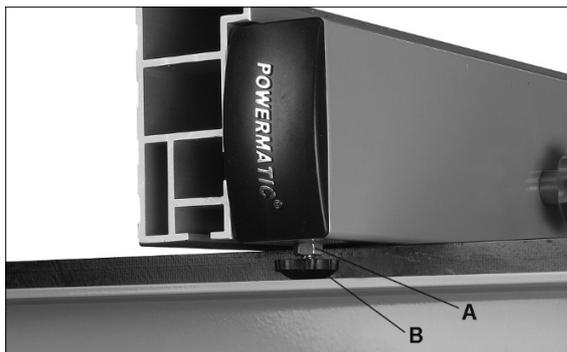

Рис. 11: регулировка задней части упора
- И/или... Отрегулируйте задний конец упора путем ослабления шестигранной гайки (см. Рис. 11, А) с помощью 10 мм ключа и вращения скользящей опоры (см. Рис. 11, В) внутрь или наружу. Когда зазор между упором и столом выровняется, снова затяните шестигранную гайку (см. Рис. 11, А).